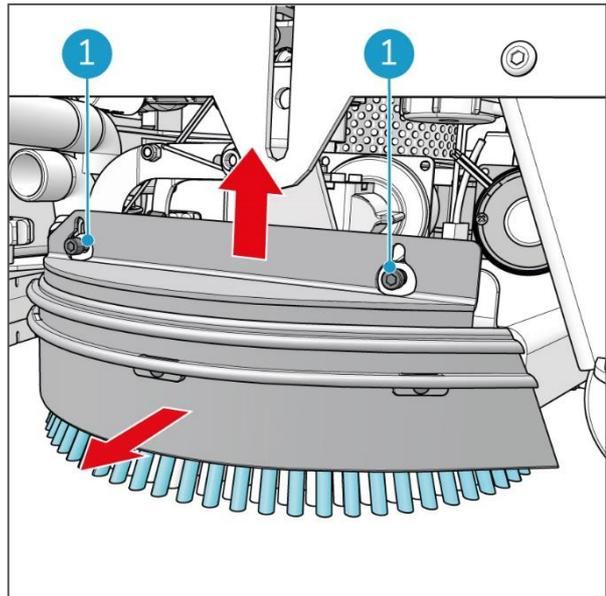
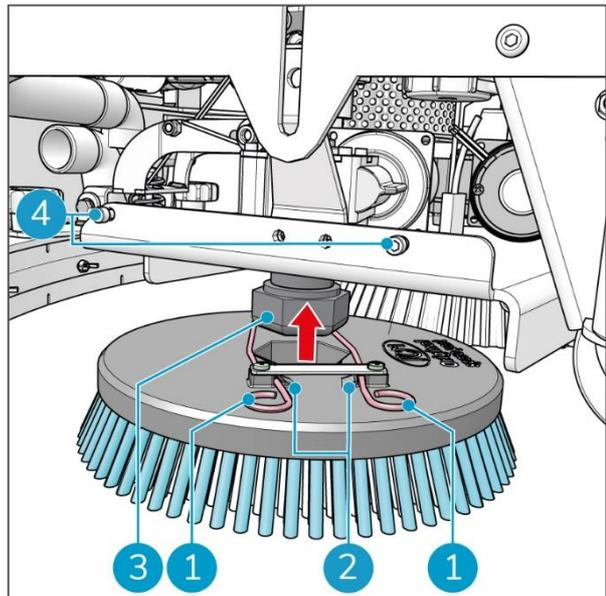

Abbildung 40
Abbildung 42
3. Ziehen Sie sie zum Ausbauen von den Stützbolzen (Abbildung 40, Pos. 1).
1. Achten Sie darauf, dass die Federn (Abbildung 42, Pos. 1) hinter den Nocken einrasten (Abbildung 42, Pos. 2).
2. Drücken Sie die Bürstenscheibe auf die Sechskantmutter der Antriebswelle (Abbildung 42, Pos. 3) und wackeln Sie hin und her, bis Sie fühlen, dass die Scheibe richtig sitzt.
3. Lösen Sie die Federn, um die Klemme an der Sechskantmutter zu fixieren (Abbildung 42, Pos. 3).
4. Richten Sie die Löcher der grauen Bürstenabdeckung (Abbildung 40) an den Stützbolzen (Abbildung 42, Pos. 4) aus.